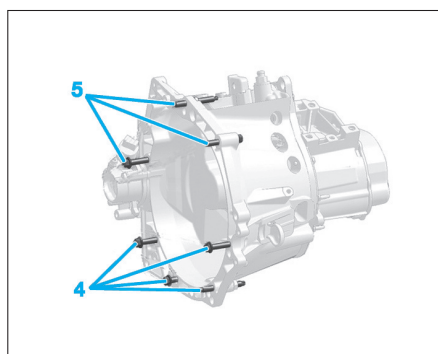

Fig. 4
- Déposer les vis inférieures de boîte de vitesses (4) (Fig.4).
- Déposer les vis supérieures de boîte de vitesses (5).